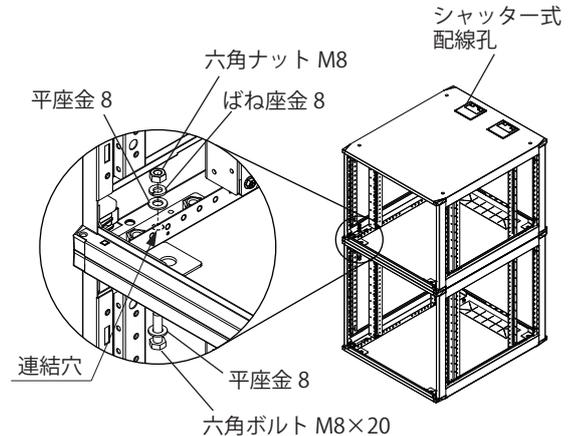

図 7
4. ラック天井面と底面の連結穴（φ10 4 か所）に、六角ボルト M8×20・六角ナット M8・ばね座金 8・平座金 8 を取り付けてください。（図 7）